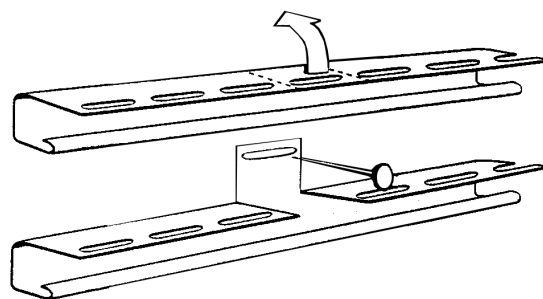

Figure 65
- Si la moulure en J ne s'adapte pas, la modifier pour former une moulure en F (Figure 65).
- Il suffit alors d'encocher la bride de clouage (Figure 65), puis de redresser les pattes et de les clouer sur le mur.